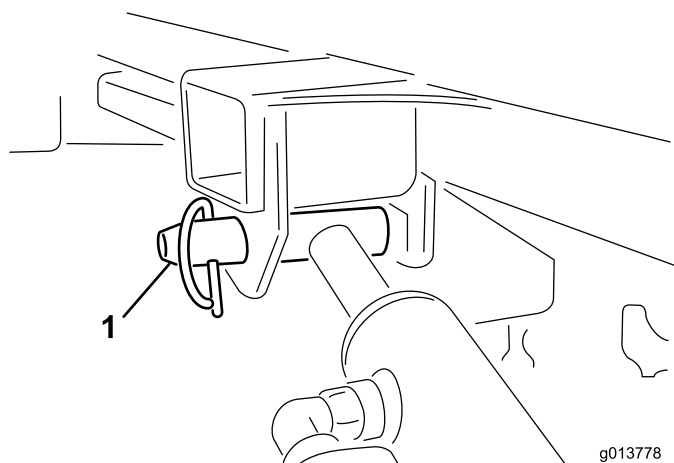

Figure 3
11. Tenez le vérin de levage d'une main et de l'autre, retirez la goupille de verrouillage du vérin de levage (Figure 3).